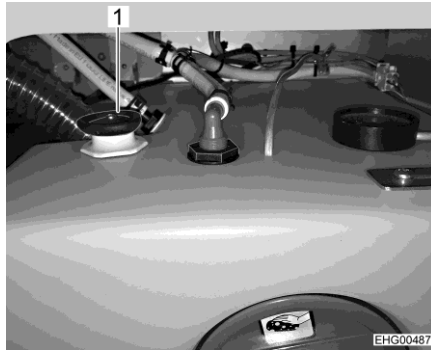

Bild 60 Vattentank med ratt
- Vrid ratten (Bild 60,1) på vattentanken moturs mot motståndet till stoppläget för att öppna utloppsöppningen helt.